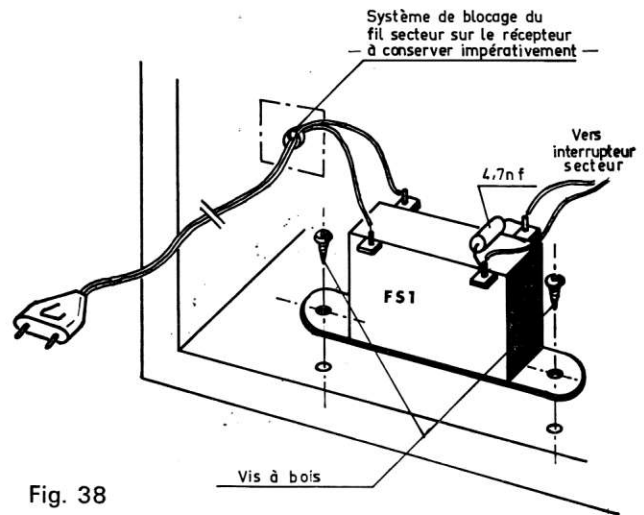

Fig. 38
- le filtre est fixé dans le fond de l'ébénisterie (fig. 38) à l'aide des 2 vis fournies avec l'accessoire.